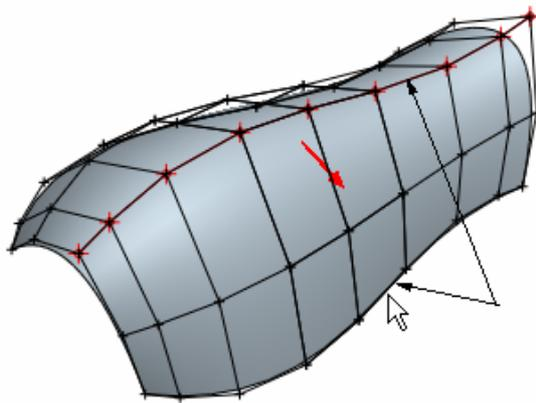

图 24-7
(4) 在【区域】面板中选中【第二方向】栏的【区域】选项，此时基本曲面中显示一红色箭头，同时系统提示在箭头指示方向选取两条控制曲线。
(5) 在第二方向，选择如图 24-7 中箭头指示的两条控制曲线。